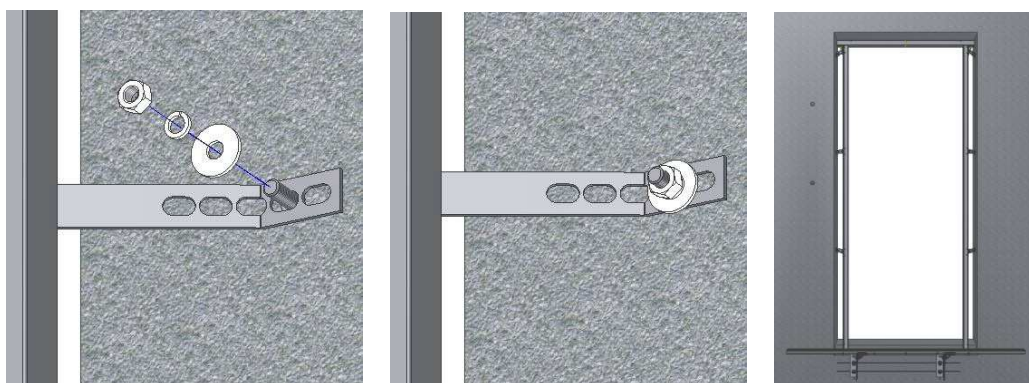

图 7-8
7.4.4 根据拉板上靠近成型位置的安装孔，在门框侧壁上划线钻孔，安装金属膨胀螺栓。先稍微松动拉板与门套立柱的连接螺栓，再将拉板与金属膨胀螺栓连接起来，用手旋紧即可。请见图 7-8: